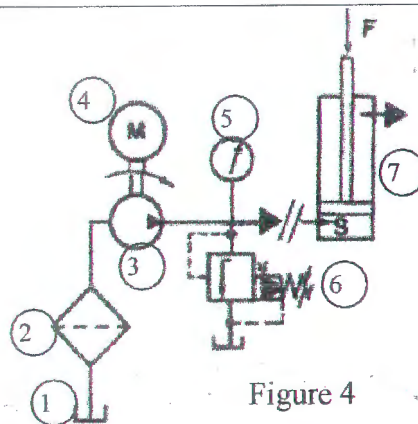

Figure 4
- Nommer les différents composants du circuit hydraulique de la figure 4